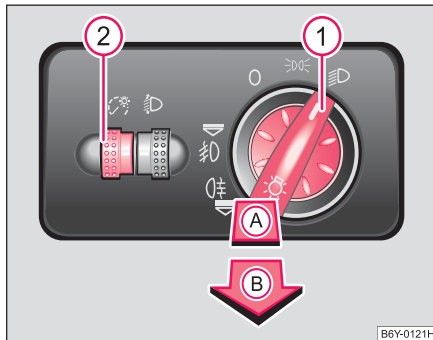

Abb. 30 Schalttafel:
- Drehen Sie den Lichtschalter (1) ⇒ Abb. 30 in Stellung ☞☞.
- Drehen Sie den Drehregler (2) ⇒ Abb. 30, bis Sie die von Ihnen gewünschte Intensität der Instrumentenbeleuchtung eingestellt haben.
Bei Fahrzeugen mit **Rechtslenkung*** weicht die Anordnung der Schalter zum Teil von der in ⇒ Abb. 30 gezeigten Anordnung ab. Die Symbole, die die Schalterstellungen markieren, sind jedoch gleich.
- Drehen Sie zunächst den Lichtschalter **1** in die Position  oder  ⇒ Seite 53, Abb. 30.